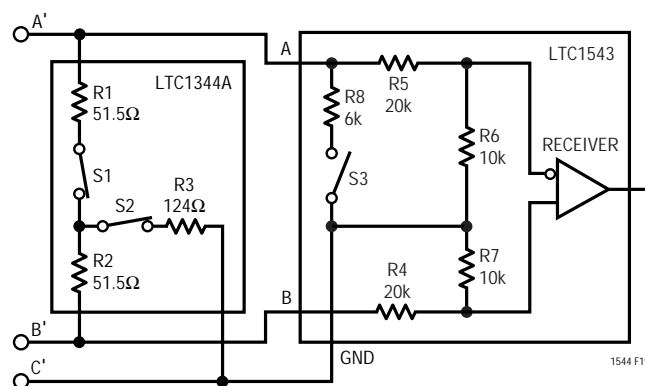

図19. V.35レシーバ構成
V.35モードでは図19に示すとおり、LTC1344A内のスイッチS1とS2がオンになり、Tネットワーク・インピーダンス接続となります。LTC1543内のスイッチはオフです。レシーバの30k入力インピーダンスがTネットワーク終端と並列に配置されますが、総合入力インピーダンスに大きく影響することはありません。